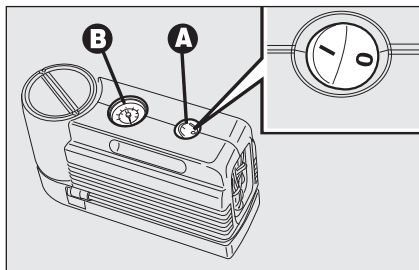
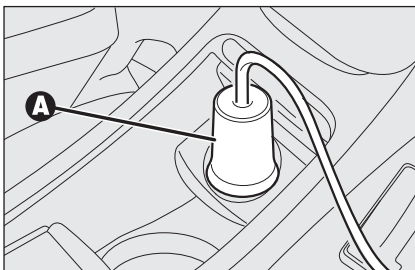

fig. 19
fig. 20
- ❑ s'assurer que l'interrupteur **A-fig. 19** du compresseur est en position **0** (éteint), démarrer le moteur, insérer la fiche **A-fig. 20** dans la prise de courant/allume-cigares sur le tunnel avant et actionner ensuite le compresseur en déplaçant l'interrupteur **A-fig. 19** en position **I** (allumé);
- ❑ gonfler le pneu à la valeur indiquée au paragraphe “Roues” au chapitre “Caractéristiques techniques”. Pour une lecture plus précise, il est conseillé de vérifier la valeur de la pression sur le manomètre **B-fig. 19** le compresseur éteint;